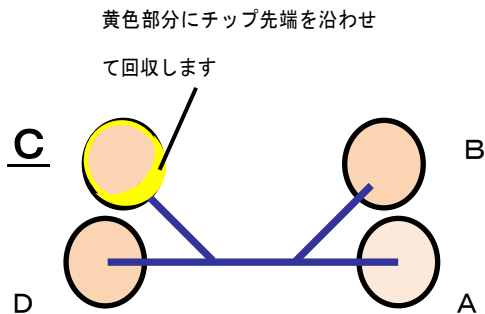

図10：チャンバーCからの選別精子の回収
- ①顕微鏡にてC-D分岐点を観察し、チャンバーAからの流れがチャンバーCへ侵入していないことを確認します。
- ②**チャンバーC**から液を全量回収します。なお、選別精子は流路出口付近ならびにチャンバー壁面付近(図10)に貯留する傾向がありますので、それらの箇所を中心に回収注4)を行います。